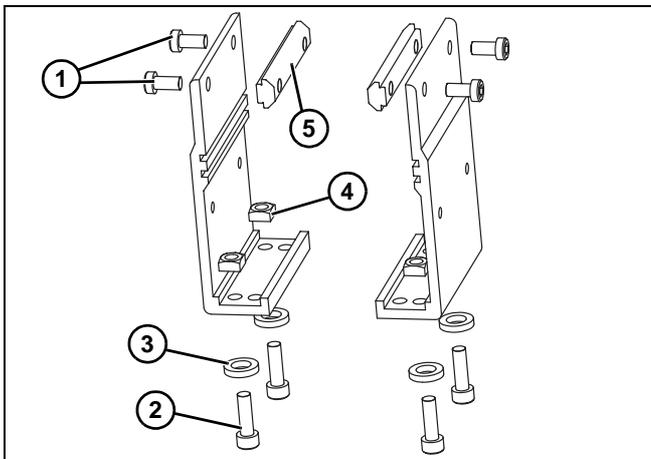
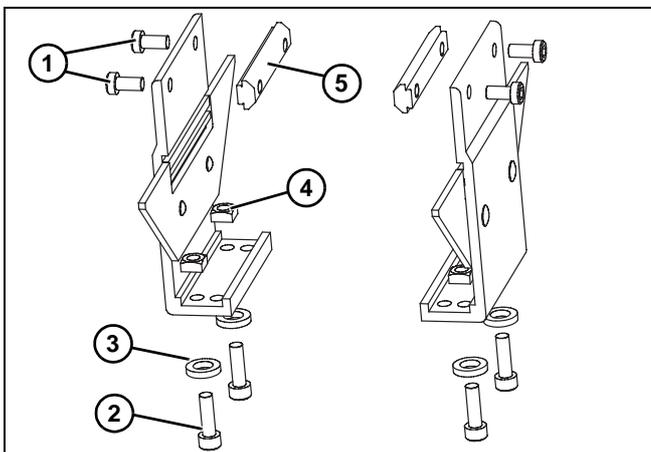
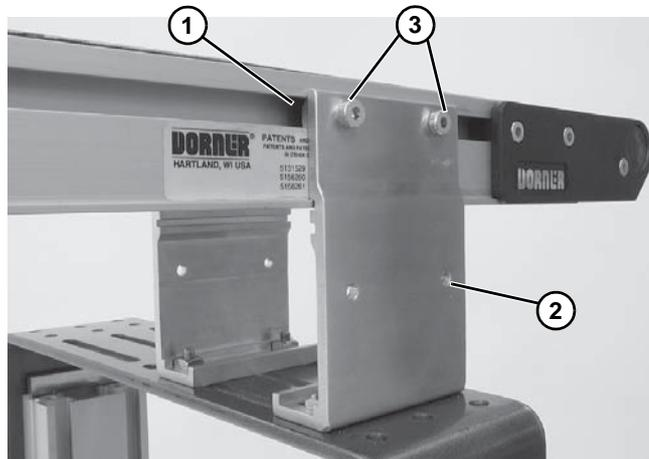

Figura 9
Figura 10
Figura 11
1. Localice los soportes. Vistas detalladas en la Figura 9 y la Figura 10.
2. Quite los tornillos (Figura 9, artículo 1 y 2) y (Figura 10, artículo 1 y 2), arandelas (Figura 9, artículo 3) y (Figura 10, artículo 3), tuercas (Figura 9, artículo 4) y (Figura 10, artículo 4), y barras en T (Figura 9, artículo 5) y (Figura 10, artículo 5) de los soportes.
3. Inserte las barras en T (Figura 9, artículo 5) y (Figura 10, artículo 5) en las ranuras laterales del transportador (Figura 11, artículo 1). Apriete los soportes (Figura 11, artículo 2) en el transportador con la ayuda de los tornillos de montaje (Figura 11, artículo 3).
4. Apriete las piezas de montaje en el soporte interno con los tornillos de montaje (Figura 9, artículo 2), las arandelas (Figura 9, artículo 3) y las tuercas (Figura 9, artículo 4).